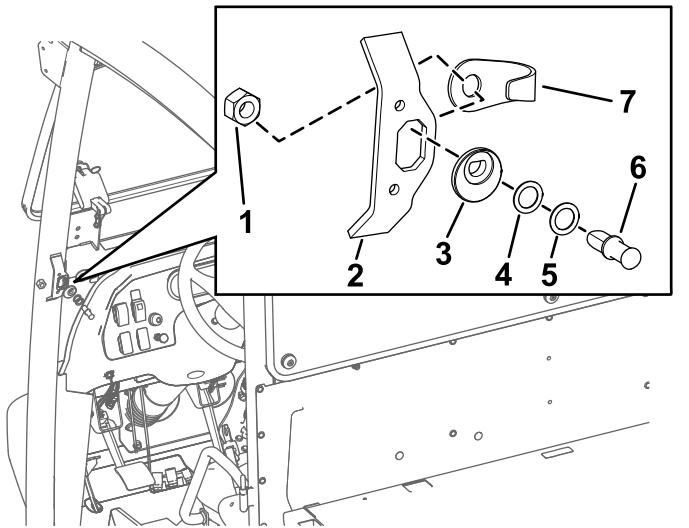

Figura 3
2. Alinee la leva de pasador con la abertura en la placa del cerradero en la posición mostrada en la Figura 3.
3. Inserte el pasador (primero sin las arandelas) en la leva de pasador (Figura 3).
5. Alinee el pasador del cierre y la contratuerca en la parte rasera de la abertura en la placa del cerradero (Figura 3).
6. Apriete con las manos la contratuerca sobre el pasador del cierre (Figura 3).